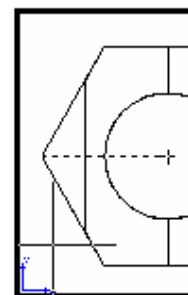

Рис. 5.20
- e) на запрос стороны просмотра щёлкнуть точку ниже только что указанной секущей плоскости (см. примечание 4.1) – рис. 5.20;